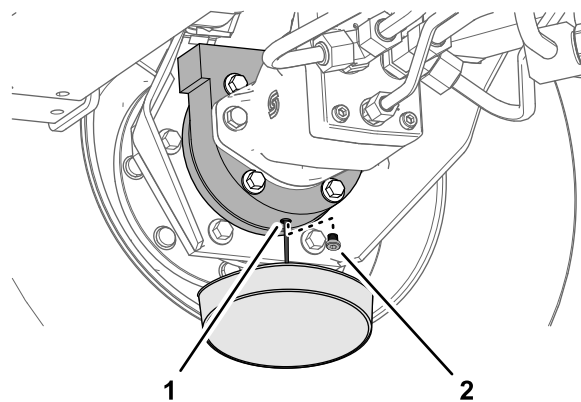

Рисунок 93
6. Подставьте сливной поддон под корпус тормоза, снимите пробку сливного отверстия и дайте маслу полностью стечь (Рисунок 93).